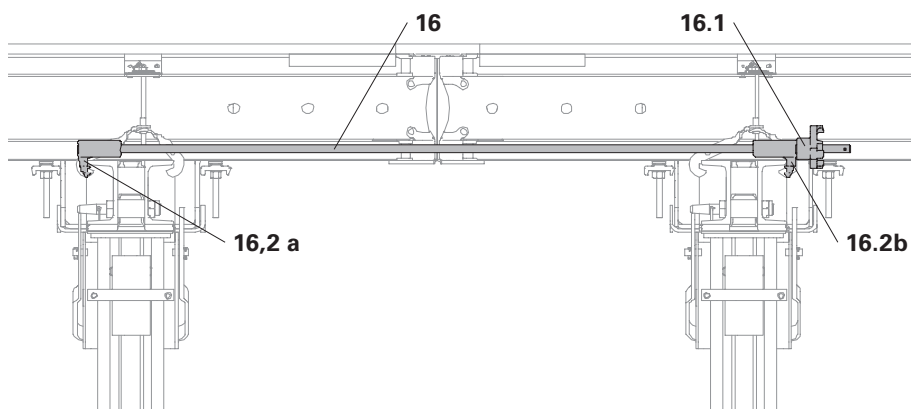

Fig. A2.10
1. Spingere la giunzione VD (16) al centro del tavolo sopra le travi in acciaio SRU U120 esterne (6) dei due tavoli.
2. Agganciare il tirante (16.2a) su un lato nel corrente SRU U120 (6).
3. Sull'altro lato agganciare il tirante (16.2b) nel corrente SRU U120 (6) e bloccare con il dado a tre alette (16.1). (Fig. A2.10)